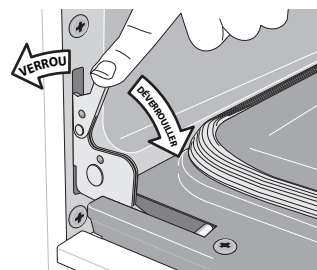

Figure 43 : Verrous des charnières de porte
1. Ouvrir complètement la porte du four, parallèle au plancher (voir Figure 43).
3. Ouvrir complètement la porte du four, parallèle au plancher (voir Figure 43).